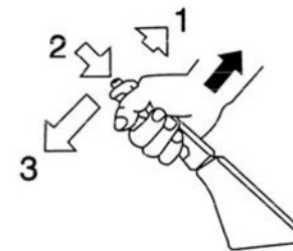

Figura 3.1.10.1
a. La palanca de freno de estacionamiento es la palanca de freno de detención (ver Figura 3.1.10.1)